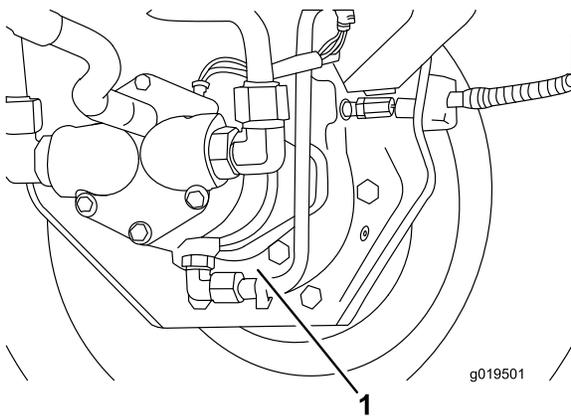

Figure 65
3. Placez un bac de vidange sous le carter de frein et enlevez le bouchon pour permettre à l'huile de s'écouler (Figure 65).